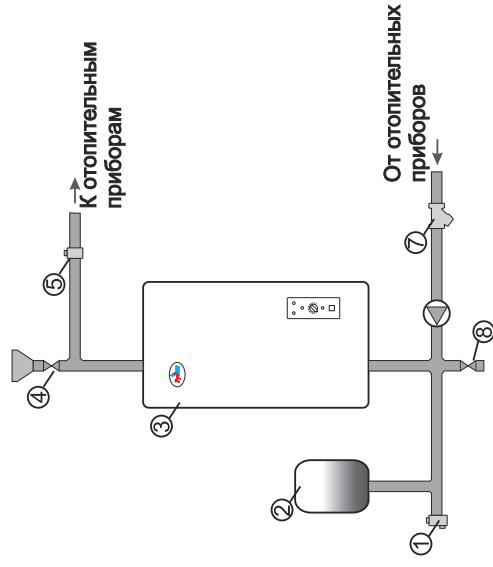

Рис. 2. Рекомендуемая схема монтажа отопительной системы
5.2. Отдельного помещения для установки отопителя не требуется. Он крепится на стене в вертикальном положении в местах, удобных и доступных для установки и технического обслуживания. Рекомендуемая схема подключения отопителя в отопительную систему показана на рис.2.